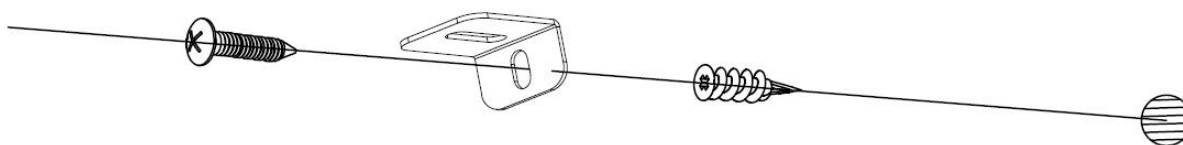

Fig 4-3
C. Installare l'ancoraggio in plastica **(C)** nel muro a secco, quindi installare la vite **B** (in dotazione) nel foro della staffa a L nell'ancoraggio a muro per assicurare che il caminetto non si stacchi dai ganci. **(Fig. 4-3)**